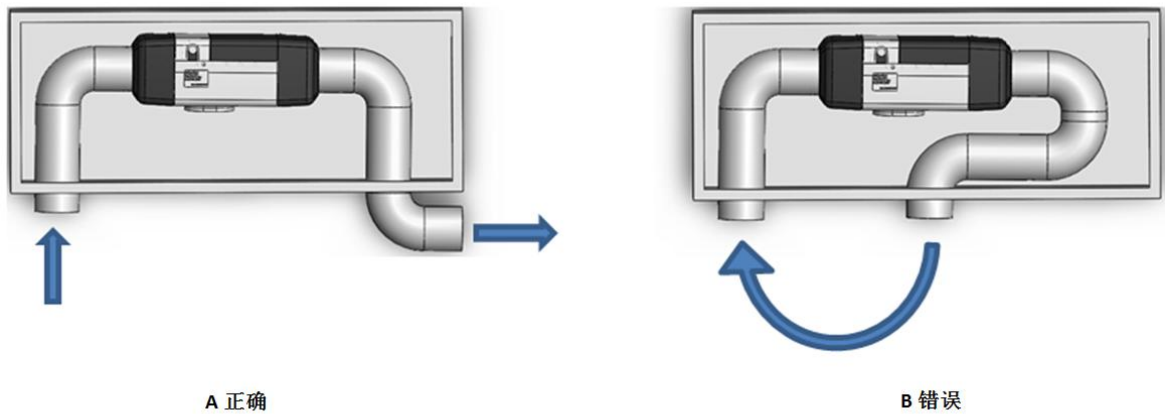

图 6
21. 如图 6 所示。进风管不能将出风管的暖风吸入，否则过热停机。允许不安装进风管，但主机不能安装在密闭箱体，需要在箱体上安装直径为 90 毫米的调风口或进气格栅。